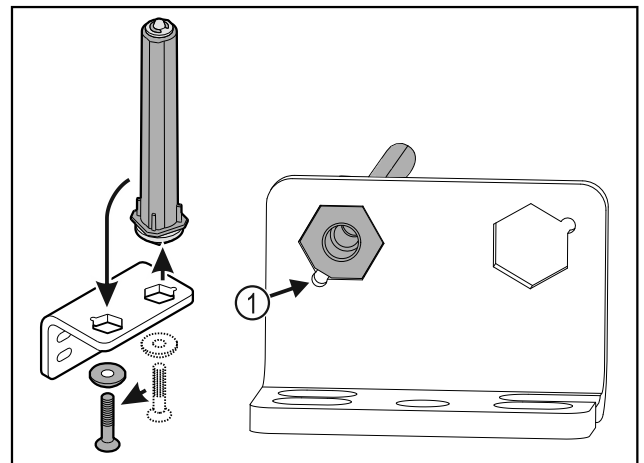

Fig. 19
- ▶ Bodite pozorni, da pri vstavljanju izravnalne točke sornika Fig. 19 (1) kažejo v smeri okrogle luknje.